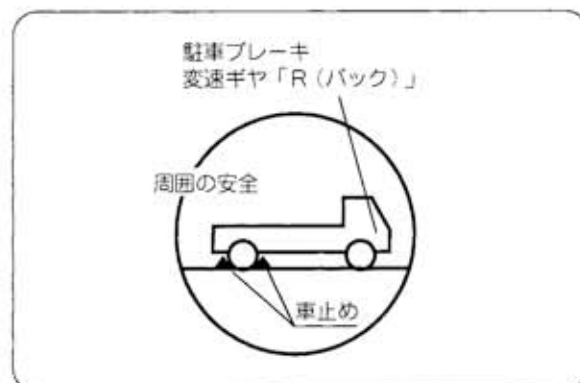

図54
■自動車（トラック）への積込み・運搬（図54）
- ①トラックを平坦な場所に止め、駐車ブレーキをかけます。
- ②あゆみ板を荷台に確実に固定します。
- ③上り、下りは最低速で走行します。あゆみ板の上ではサイドクラッチレバーの操作はしないでください。
- ④主変速レバーは〔低〕位置に入れ、また主クラッチレバーも〔入〕位置にしておきます。
- ⑤機体は荷台にロープで確実に固定します。
- ⑥機体にロープをかけるときは、後ヒッチ・車輪・前スタンド・ハンドル部2カ所を固定してください。